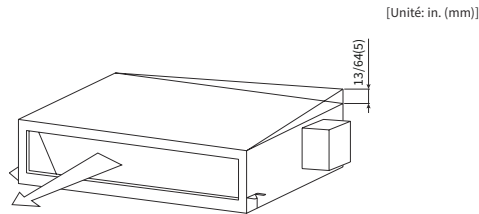

Figure 4.7 Pente de la surface supérieure
- (1) Assurez-vous que la partie supérieure est plane et mesurez la pente supérieure maximale.
- (2) Comme le montre la figure 4.7, l'arrière de l'unité intérieure est légèrement plus bas que l'avant (0 pouce (0 mm) - 0,2 pouce (5mm)), ce qui facilite les travaux de drainage.
- (3) Une fois la position ajustée, serrez l'écrou de suspension. Appliquez l'agent de blocage du filetage pour éviter de perdre l'écrou de suspension.